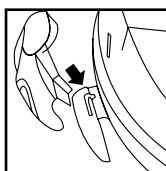

FIGURE 15
19. Insérez les onglets en forme de « J » dans les rainures du rembobineur. **FIGURE 15.** Appuyez vers le bas jusqu'à ce que les onglets s'enclenchent en position.